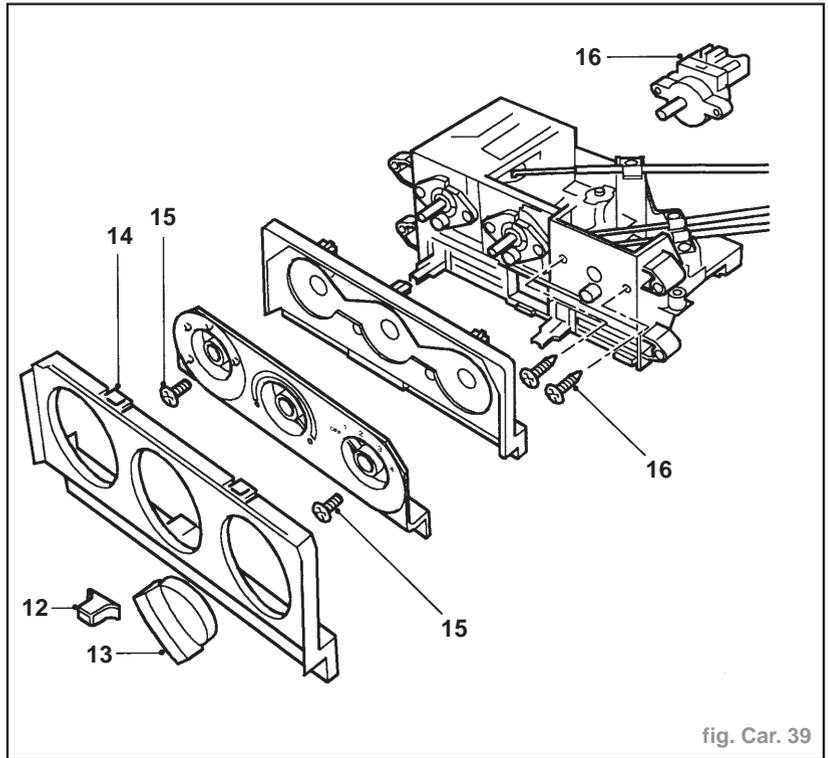

fig. Car. 39
- Déposer les commandes de chauffage du tableau de bord (12) (fig. Car. 39).